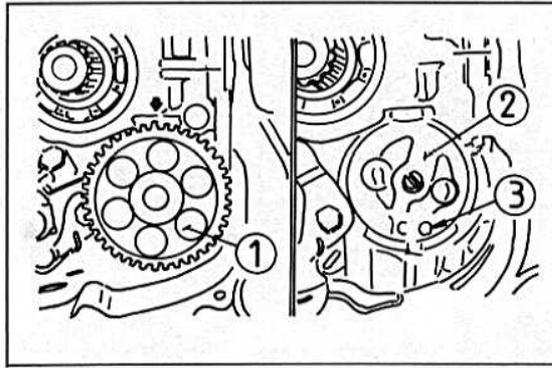

Bild 207
- Die Ölpumpe trennen (Bild 207).